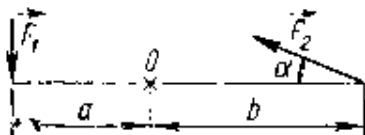

Рис. 7
3. На тело действуют две силы $F_1 = 40$ Н и $F_2 = 50$ Н, как показано на рис. 7 ($a = 0,5$ м, $b = 0,8$ м, $\alpha = 30^\circ$). Какая из сил создает больший момент относительно точки O?